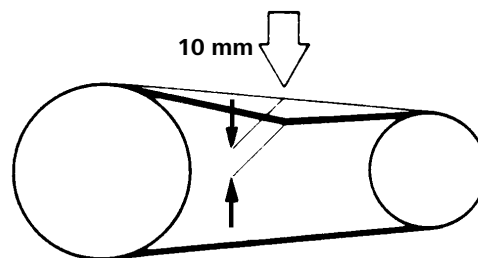

Fig. 32 Kontroll av kilremsspänning
- Kilremsspänningen är korrekt när kilremsspelet mellan remskivorna är **10 mm** vid ett kraftigt tryck med tummen (Fig. 32). För en exakt justering, rekommenderar vi vårt förspänningsmätdon för kilremmar, beställningsnr N25238.